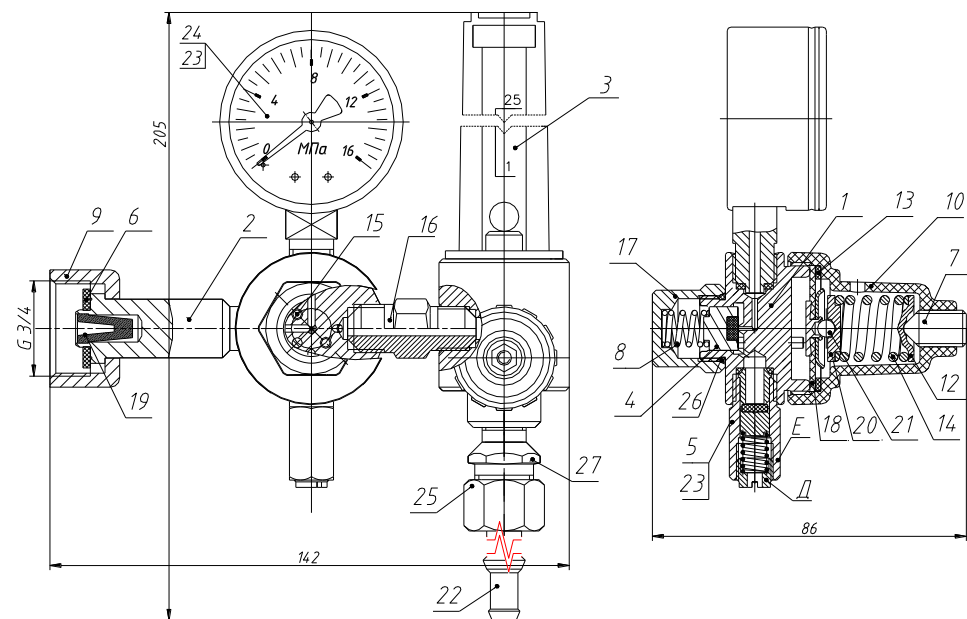

Рис. 1. Регулятор расхода газа с ротаметром крупногабаритный.
- обычном (крупногабаритном) – КР1 (таб.1; 2, рис.1),